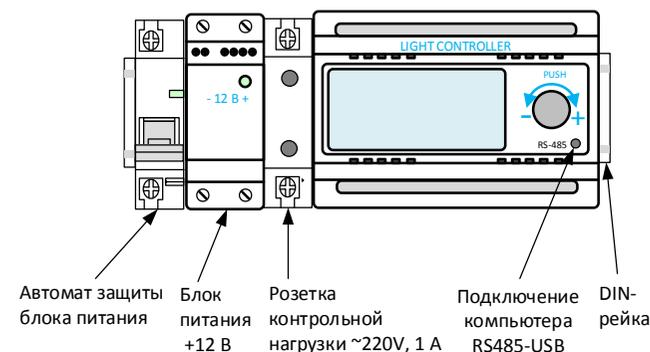

Рис. 2 – Монтаж устройств на DIN-рейку
- 3.4. Монтаж устройств КО производится на рейку DIN EN 50022 35x7,5 мм (рис. 2). Возможен монтаж в пластиковую электротехническую коробку с посадочным размером 12 модулей (280x190x93 мм) или в щиток управления освещением.